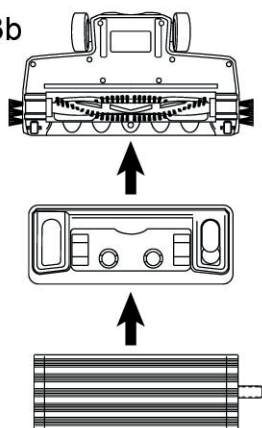

Fig.5
- Retirar el depósito de polvo del aparato (Fig. 5).